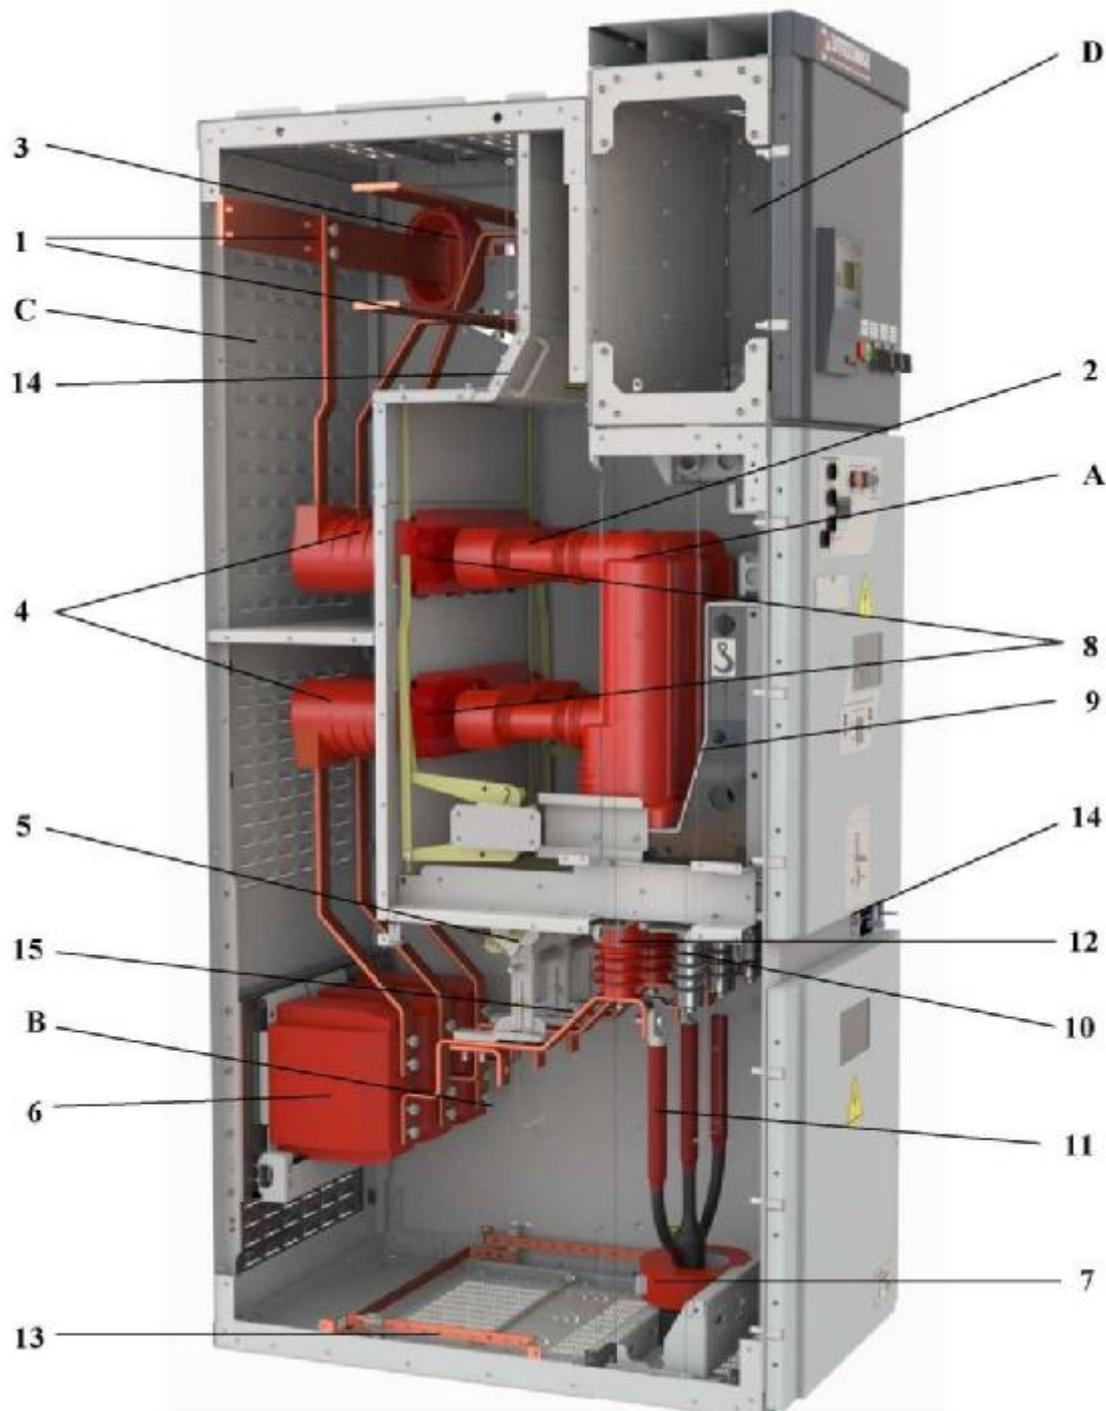

Рис. 1 Основные функциональные элементы шкафа КРУ
Общий вид внутреннего устройства шкафа КРУ с силовым вакуумным выключателем VF12 показан на рис. 1.
1.4.1 Отсек выкатного элемента А (рис. 1)
1.4.1 Отсек кабельных присоединений В (рис. 1)
1.4.2 Отсек сборных шин С (рис. 1)
1.4.3 Отсек РЗА D (рис. 1)